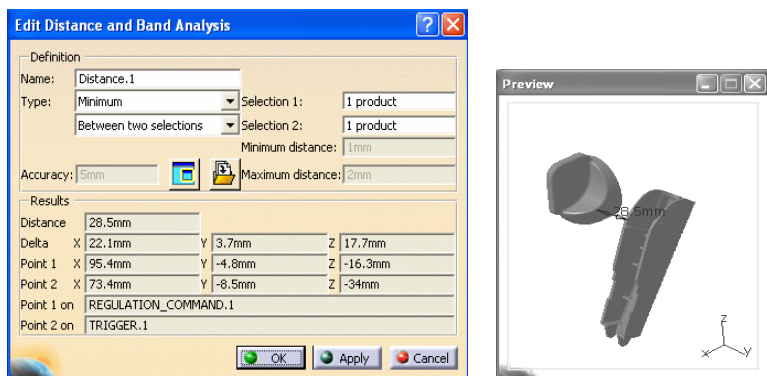

图 5-154
- **Between two selections** (在两个选择之间): 选择两组组件, 两组组件之间进行分析。若分析距离, 单击 **Apply** 按钮, 在展开的 **Results** 选项组中显示分析结果, 如最小距离、点的坐标等数值, 同时在弹出的预览窗口中显示空间的分析结果, 如图 5-154 所示。